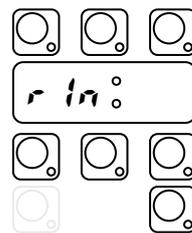

Bild 3.4
- Nach Einstellung der Dauer die Taste DAUERZYKLUS drücken **zum Speichern des Werts**. Im Display erscheint der nächste Parameter (Bild 3.4) und der entsprechende Wert (Bild 3.5).